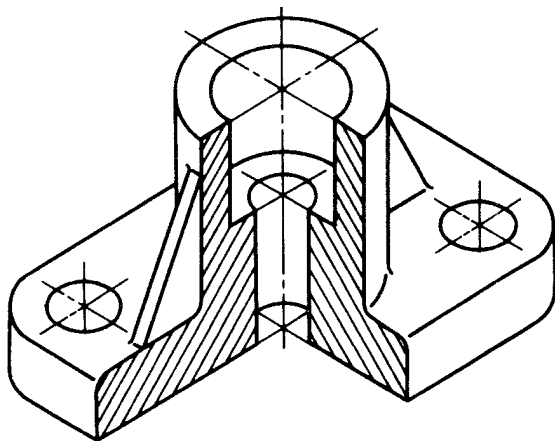
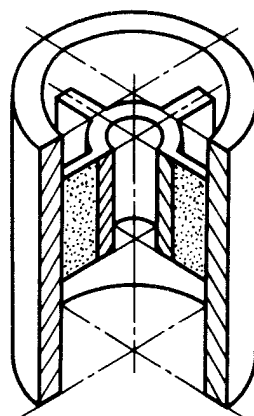

图 11
图 12
**2.4** 剖切平面通过零件的肋或薄壁等结构的纵向对称平面时，这些结构都不画剖面符号，而用粗实线将它与邻接部分分开（图 11）；在图中表现不够清晰时，也允许在肋或薄壁部分用细点表示被剖切部分（图 12）。